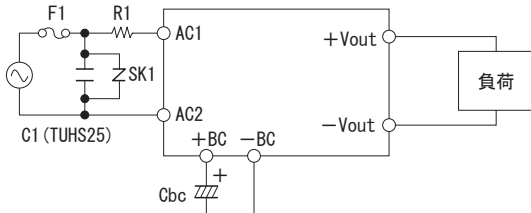

図1.1 (a) 標準接続方法 (AC入力、DC入力)
■TUHSシリーズを使用するためには、図1.1 (a), (b) の接続と表1.1の外付部品が必要です。